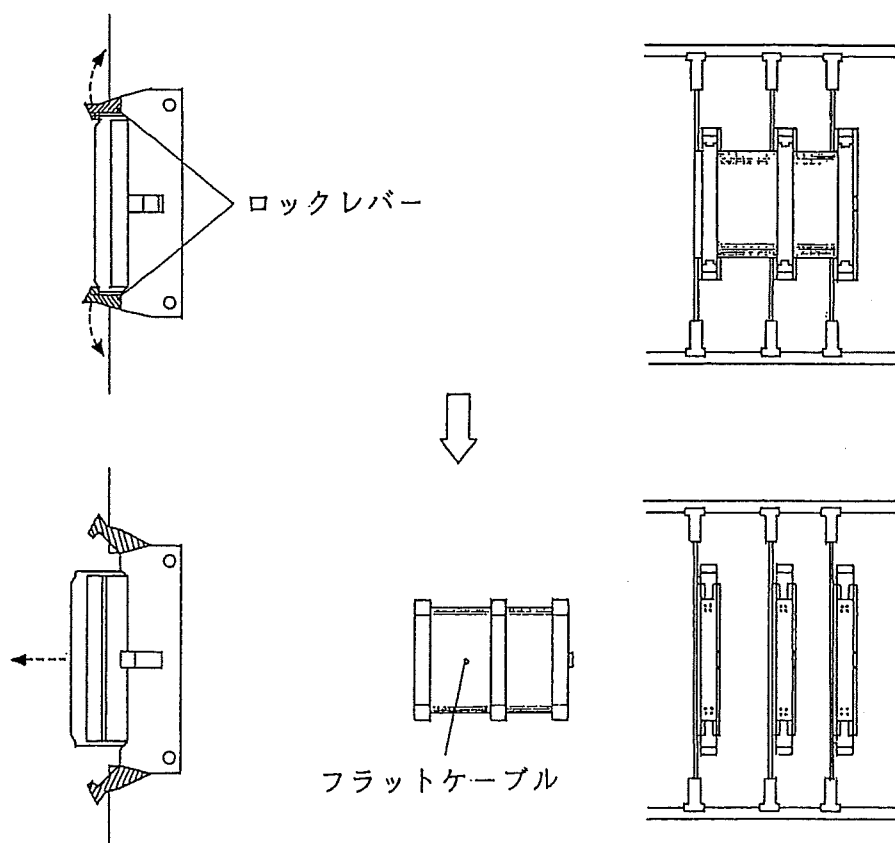

図 16
<p>① プログラムRUN 表示灯“赤”点灯</p> <p>② 外部表示：装置故障</p>	<pre> graph TD A[不良回線側電源をOFFする] --> B[プリント盤収納部前板をはずす] B --> C[不良回線側の電源部・NO. 1～6の プリント盤実装状態をチェックします。 ① 電源部がシャーシ部に密着実装しているか ② NO. 1～6のカードプラを押してみる ③ NO. 1～3の前面フラットケーブル ロックが確実か (図16参照)] C --> D[実装状態不良なら復旧後電源をONにする] D --> E[プログラムRUN表示灯“緑”なら ① 計数テスト実施 ② 精度テスト実施 異常のないことを確認して終了] E --> F[プログラムRUN表示灯“赤”なら 電源部、NO. 1～6のプリント板を 予備品と交換し、電源をONします] F --> G[実装状態が良なら 電源部、NO. 1～6のプリント板を 予備品と交換し、電源をONします] G --> H[] H --> C </pre>
- ③ 図16のようにフラットケーブルのロックレバーを起こし、プリント板NO. 1～3に接続されているフラットケーブルを外します。
フラットケーブル側のプラグの中心付近を強く押込むとカチッと音がして、上下のロックレバーがフラットケーブルを押さえます。(図16 参照)